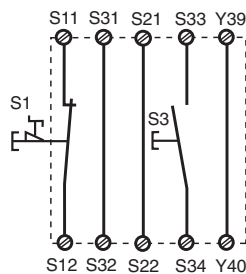

Fig. 3: Circuito de entrada monocal, arranque supervisado / Circuito di entrata ad un canale, Start controllato / Eénkanalig ingangscircuit, bewaakte start
- Figs. 3, 4, 5, 6, 8: **sin** conexión S13-S14
- Fig. 3, 4, 5, 6, 8: **nessun** collegamento S13-S14
- Fig. 3, 4, 5, 6, 8: **geen** verbinding S13-S14